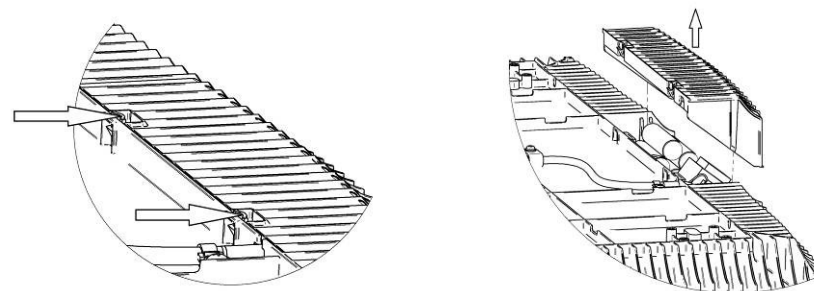

Рисунок 2 Снятие декоративной крышки драйверного отсека
5.3 Для снятия декоративной крышки драйверного отсека необходимо нажав на фиксаторы потянуть крышку вверх (см. рис. 2)